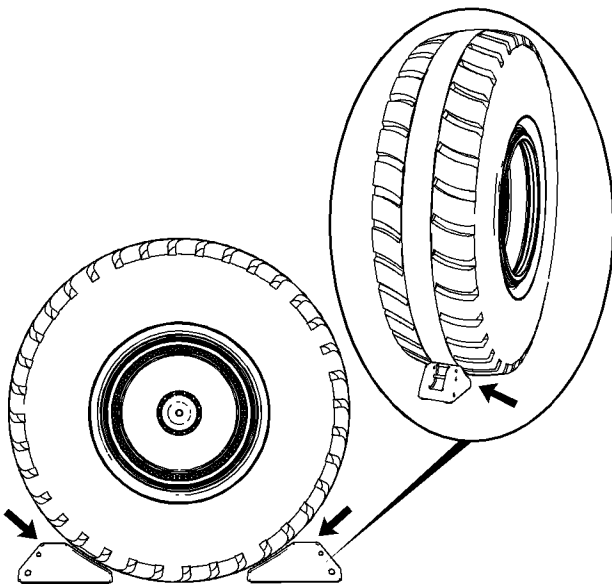

Ilustración 134
3. Inspeccione los calces de ruedas (1) para ver si hay signos de daños como distorsión, astillas y fisuras. Reemplace cualquier calce de rueda que esté dañado.
4. Quite los pasadores de traba (2) del soporte de almacenamiento en el parachoques trasero del lado izquierdo.
5. Quite cada calce de rueda del soporte de almacenamiento e instálelo en el neumático, como se muestra en la ilustración 134. Coloque un calce de rueda en la parte delantera y otro en la parte trasera del neumático. Coloque cada calce de rueda firmemente y en ángulo recto contra el neumático. Coloque los calces de ruedas en el centro de la banda de rodadura del neumático.